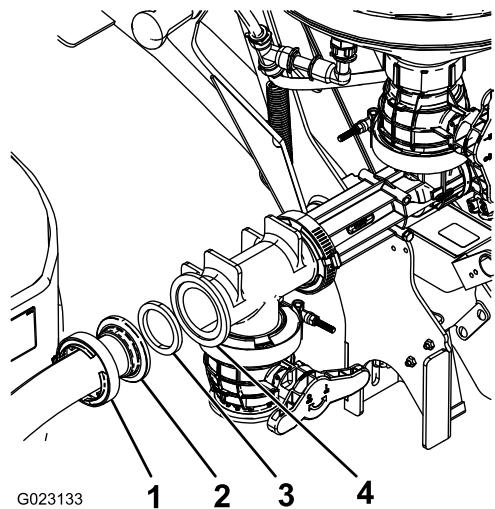

Figura 16
- Montate l'altra estremità del flessibile sull'apertura anteriore del nebulizzatore utilizzando una guarnizione e una fascetta stringitubo (Figura 16).